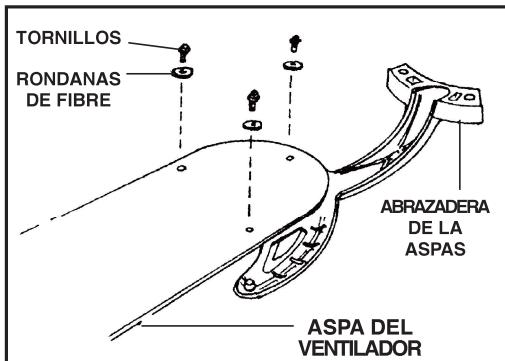

FIG. 15
Paso 1. Monte la aspa a la abrazadera de la aspa usando los tornillos y rondanas de fibra incluidos. Apriete los tornillos firmemente. Repita con todas las aspas. (Fig 15.)